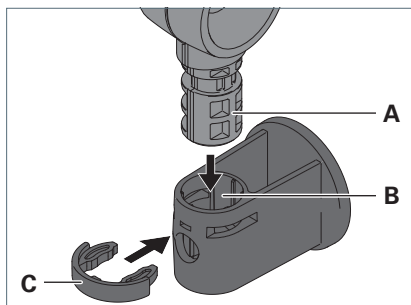

Fig. 6: Montaggio dell'apparecchio d'illuminazione a un adattatore
- Inserire il perno **A** dell'asta dell'apparecchio d'illuminazione nell'apertura **B** dell'adattatore, vedi Fig. 6.